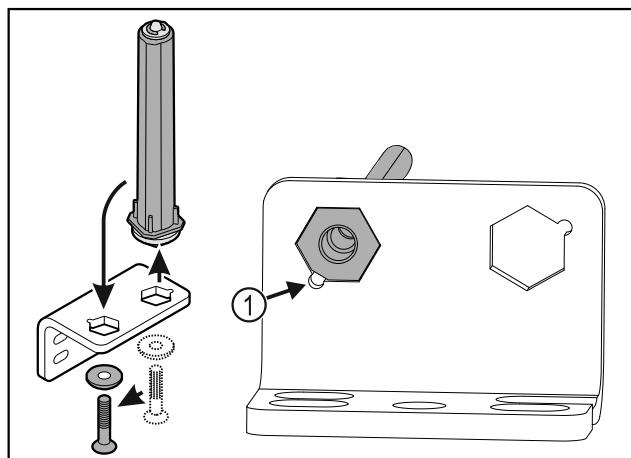

Fig. 36
- ▶ Pobrinite se za to da je prilikom umetanja zakošenje na svornjaku Fig. 36 (1) usmjerenog prema okrugloj rupi.